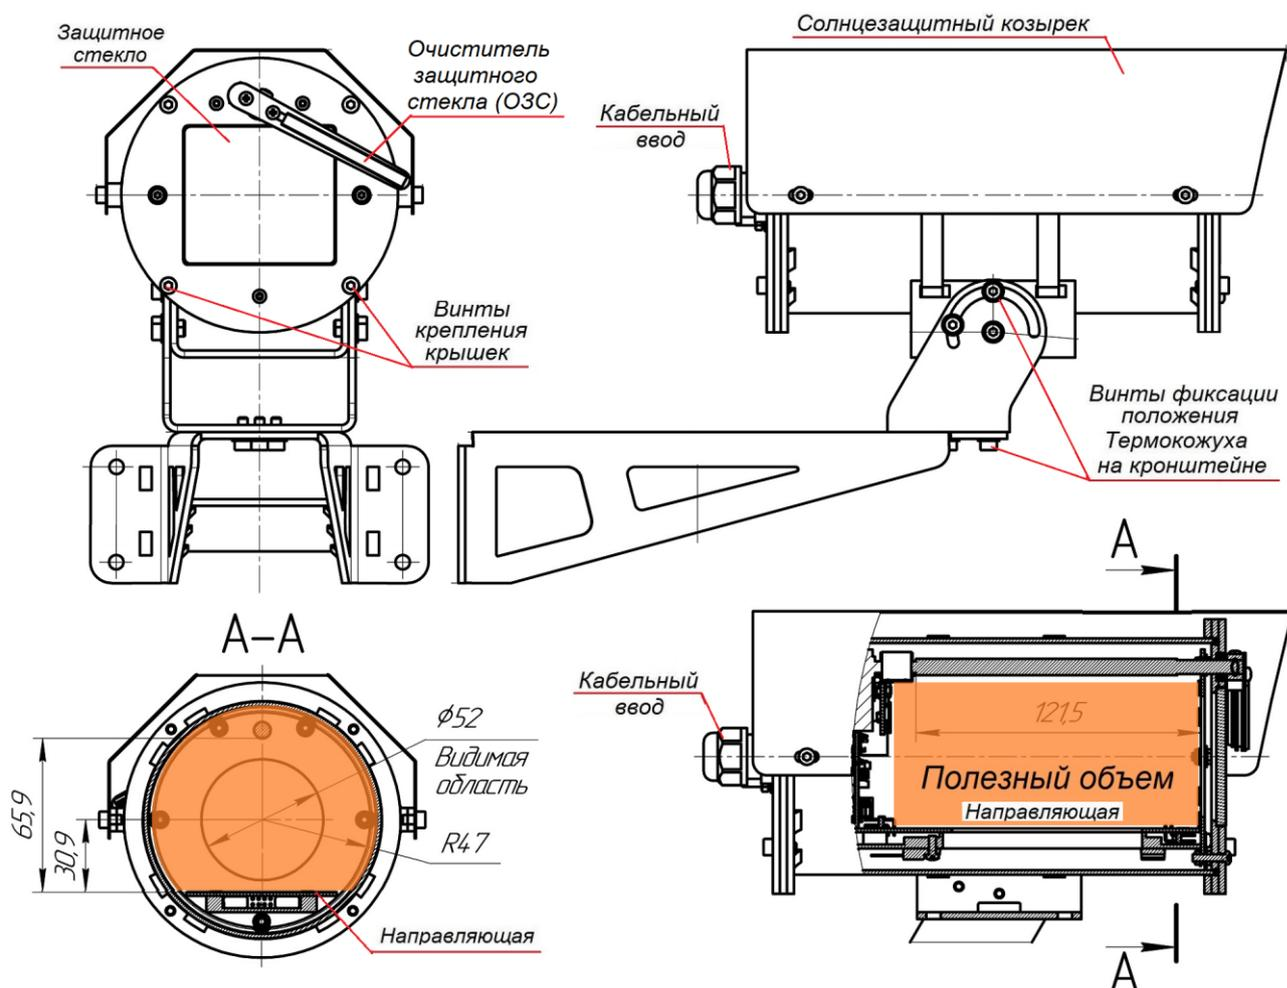

Рис. 3.2.1 Внешний вид термокожуха BSM-180MV и назначение его конструктивных элементов
3.2 Внешний вид термокожуха и назначение элементов его конструкции приведены на рис.3.2.1.